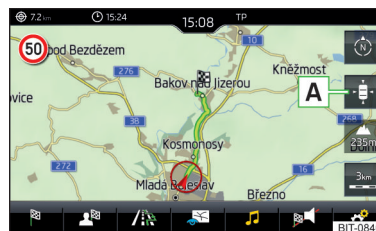

Fig. 184
► Pentru **centrarea hărții**, atingeți suprafața de comandă funcții » fig. 184.